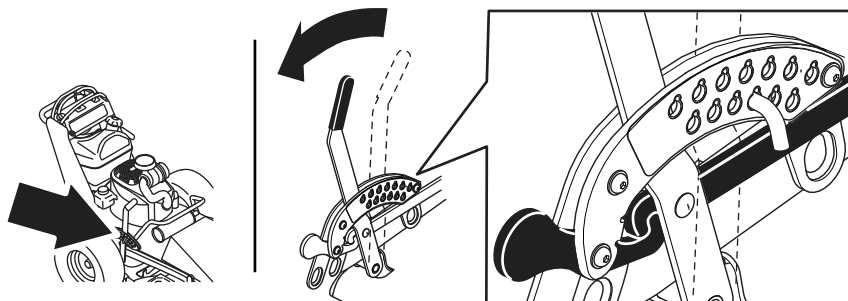

Figure 1
1. Placez le levier de hauteur de coupe à la position TRANSPORT (Figure 1).